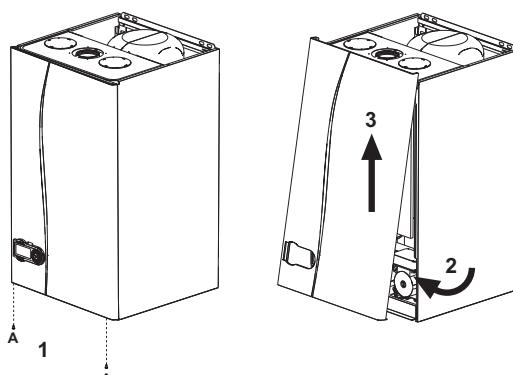

fig. 27 - Démontage de l'habillage
- Dévisser les vis A (voir fig. 27).
- Faire pivoter l'habillage (voir fig. 27).